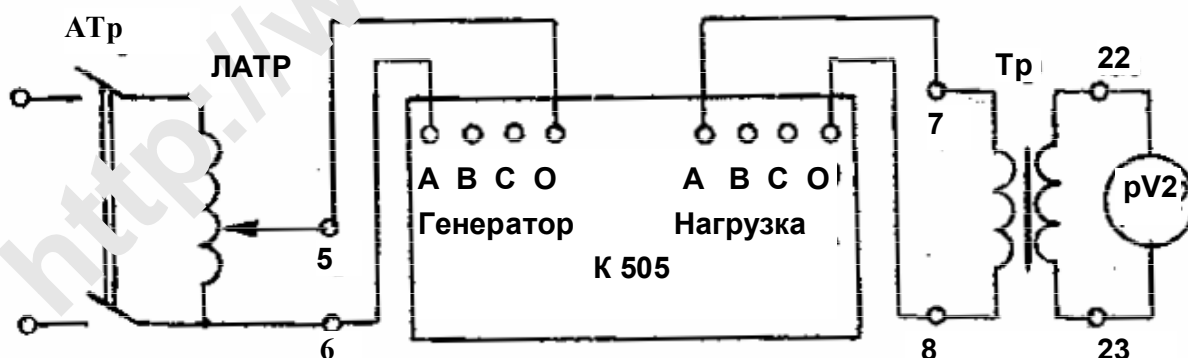

Рисунок 2
1. Собрать электрическую схему по рис. 2;